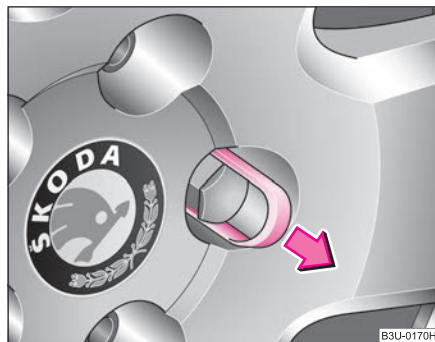

Fig. 193 Cambio de rueda: Retirar el capuchón
- Retire el capuchón con la **grapa de plástico** ⇒ fig. 193.